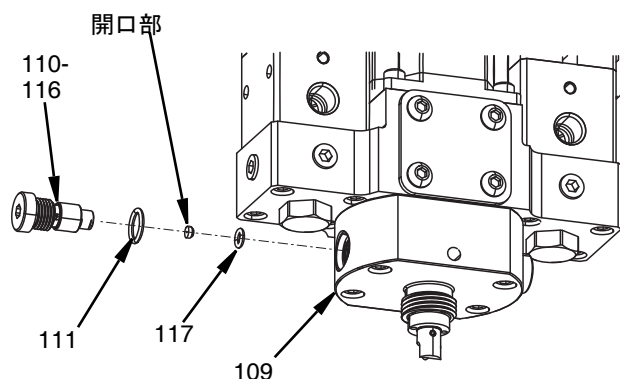

図 29
3. 開口部とパッキン O リング (117) をチェックバルブとノズル開口部 (109) の本体の穴から取り除いてください。図 29 を参照してください。